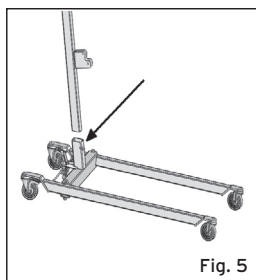

Fig. 5
1. Destornille el tornillo de fijación en la base del mástil. (Fig.5)